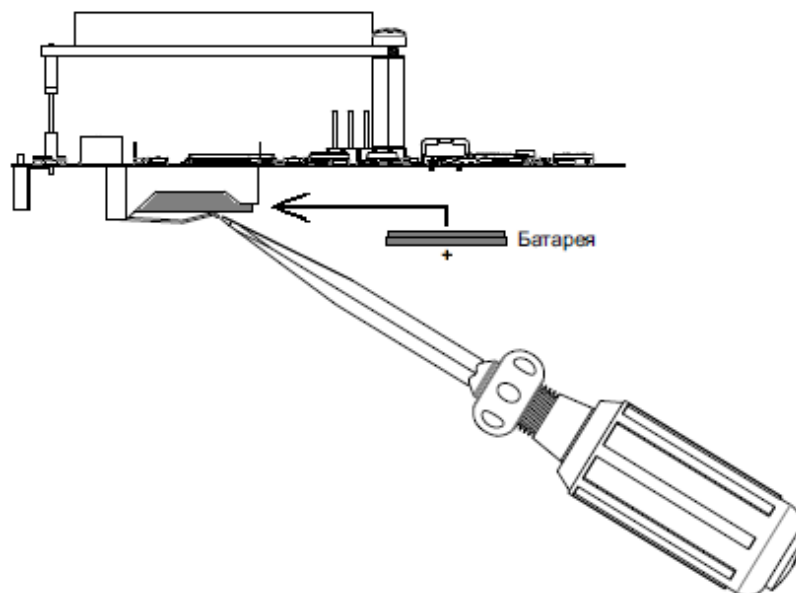

Рисунок 30 – Замена батареи
- вставить новую батарею так, чтобы её «плюс» был направлен вниз, от снятой платы (см. рисунок 30);